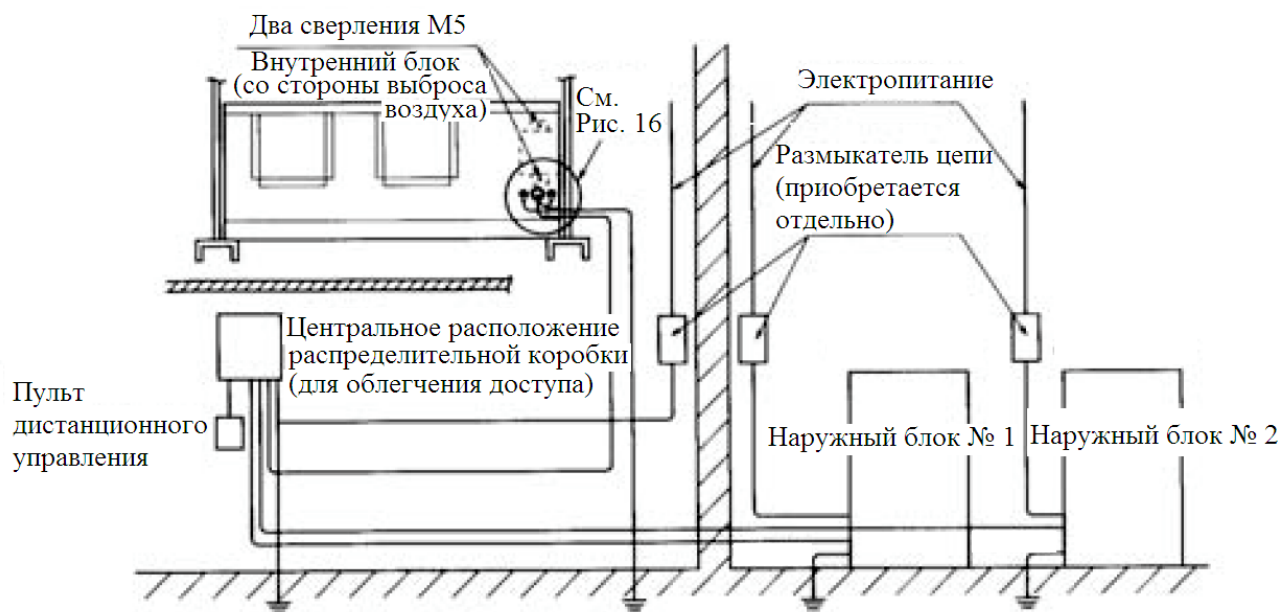

Рис. 15
- Распределительная коробка должна быть установлена в легко доступном месте (см. Рис. 15), не окруженном посторонними предметами. Если поблизости от блока такого места нет, распределительную коробку можно установить на внутреннем блоке, со стороны выброса воздуха, для чего служат два отверстия на его передней панели.